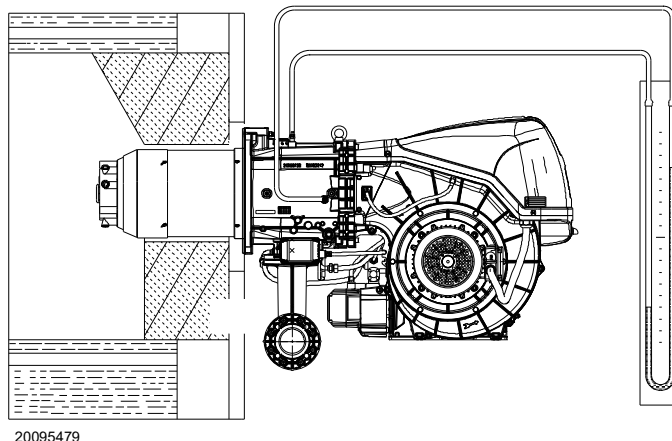

Рис. 29
- Соедините U-образный манометр или дифференциальный манометр (Рис. 29) со штуцером (+) замера давления газа на муфте, а (-) с камерой сгорания. Служит для получения приблизительной МАКС. мощности горелки через Табл. N на стр. 30.
Поступление газа на муфту определяется по U-образному манометру (Рис. 29).